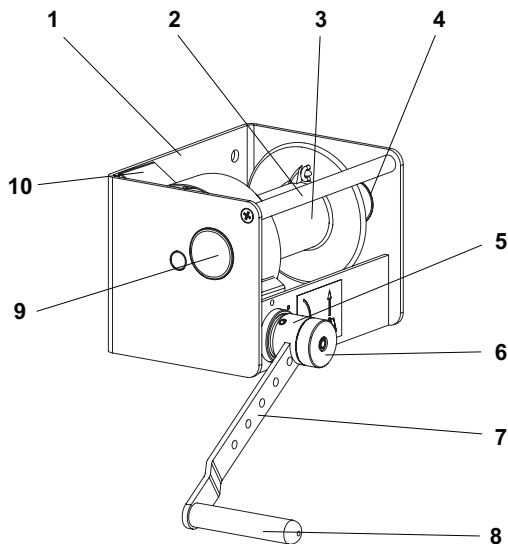

Fig. 2
Azionando la manovella (elemento 4, fig. 1 o elemento 7, fig. 2) e a seconda della direzione di rotazione indicata (fig. 12), il carico di materiale viene sollevato. Se l'operatore ruota la manovella nella direzione opposta, il carico di materiale viene abbassato. È possibile regolare la lunghezza della manovella mediante un dispositivo di regolazione esclusivamente per l'argano caRol Duratech 250 (elemento 6, fig. 2).
- una struttura (elemento 1, fig. 1 o elemento 1, fig. 2) su cui si monta l'argano caRol Duratech
- una maniglia di trasporto (elemento 2, fig. 2) per il trasporto dell'argano caRol Duratech 250
- un carter di protezione (elemento 3, fig. 1 o elemento 10, fig. 2) che protegge il riduttore da proiezioni e urti durante l'installazione, l'uso, il trasporto e lo stoccaggio dell'argano e che garantisce allo stesso tempo la sicurezza dell'operatore durante l'uso dell'argano.
- Rimuovere il carter (elemento 10, fig. 2).
- Riposizionare il carter (elemento 10, fig. 2).
- Tirare la manopola (elemento 6, fig. 2).
- Far scorrere la sezione rettangolare della manovella nel mozzo (elemento 5, fig. 2); l'impugnatura (elemento 7, fig. 2) dovrebbe puntare verso la parte esterna dell'argano.
- Regolare la lunghezza della manovella di controllo (elemento 7, fig. 2) alla lunghezza desiderata.
- Rilasciare la manopola (elemento 6, fig. 2).
- Il perno al centro della manopola e la manopola (elemento 6, fig. 2) dovrebbero tornare nella posizione iniziale. Il perno non dovrebbe sporgere dalla manopola. In caso contrario, la manovella non è bloccata in posizione.